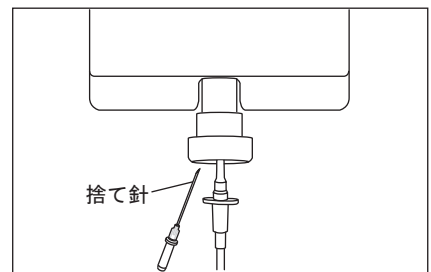

図13
- 3) 必要に応じて、捨て針を差し込んでください。（図13）